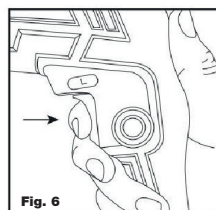

Fig. 6
1. Para ligar e desligar a furadeira pressione o interruptor de velocidade variável (8) (Fig. 6). Para parar a furadeira, solte o interruptor.
1. Para ativar o atuador de impacto, deslize o botão (1) para a posição martelo (Fig. 6).
2. Para ativar o giro livre, deslize o botão (1) para a posição broca (Fig. 6).